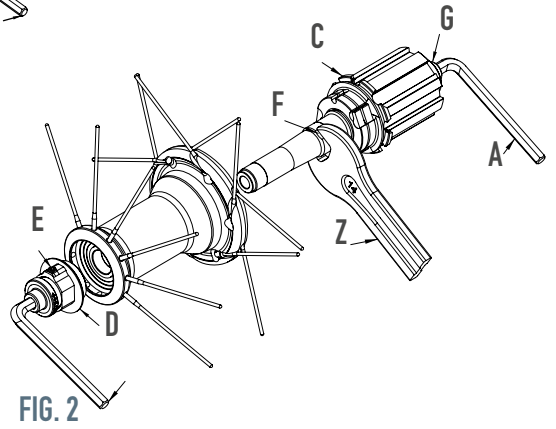

FIG. 2
- Inserite due chiavi a brugola da 5mm (A) dentro agli scontri alle estremità dei mozzi (Fig. 2) e ruotatele in senso orario.
- Sfilate il perno del mozzo posteriore; il corpo ruota libera (C) potete sfilarlo dal perno per poter effettuare la manutenzione (Fig. 2).
- Terminata la manutenzione, infilate il corpo ruota libera con il relativo distanziale nel perno (Fig. 2).